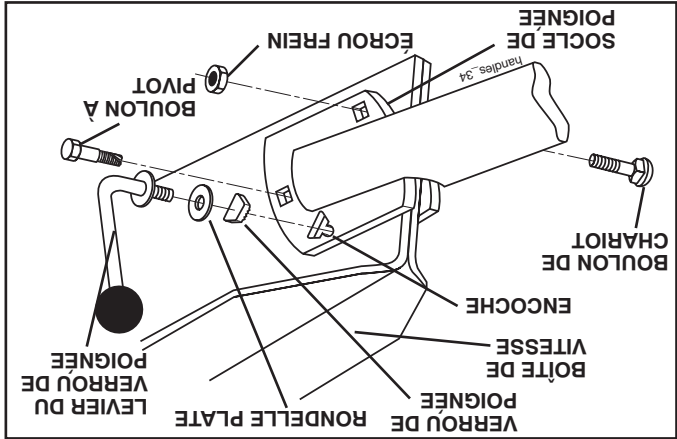

FIG. 5
- Pivotez vers en bas l'ensemble de la poignée. Insérez d'abord le boulon de chariot arrière, avec la tête du boulon sur le côté gauche de la motobineuse et montez l'écrou frein (Voir la fig. 5).